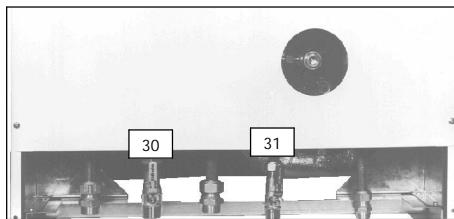
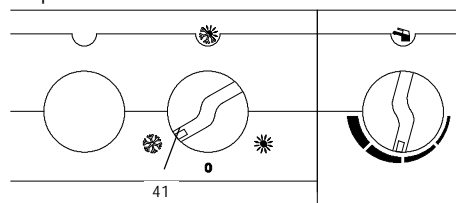

fig. 4.2
fig. 4.8
- 1 Aprire il rubinetto del contatore gas e quello della caldaia (30 in fig. 4.2).
- 4 Aprire il rubinetto della caldaia (31 in fig. 4.2), lasciando chiuso il rubinetto del gas (30).
18 Aprire il rubinetto del gas (30 in fig. 4.2) e avviare la caldaia ponendo il commutatore di funzione (41) nella posizione di fig. 4.8. Assicurarsi che il termostato ambiente sia in posizione di "richiesta calore".